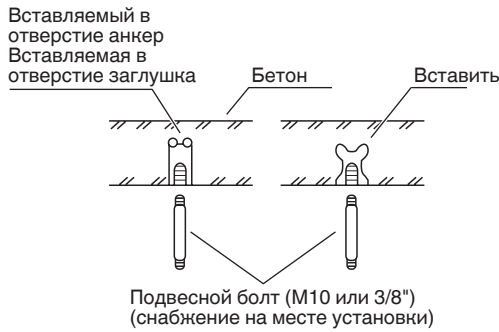

Рис. 3-3
- Вставьте подвесные болты (Рис. 3-3) или
- (2) Закрутите подвесные болты таким образом, чтобы они выступали из потолка (Рис. 3-3). (В случае необходимости сделайте вырез в материале потолка.)